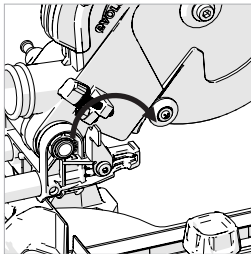

Fig. 26a
- Setzen Sie den Tiefenansschlag „Stopplatte“ ein (**Abb. 26a**) indem Sie ihn aus seiner Lagerposition an der Seite der Maschine um ca. 150 Grad nach vorne in seine Betriebsposition drehen.